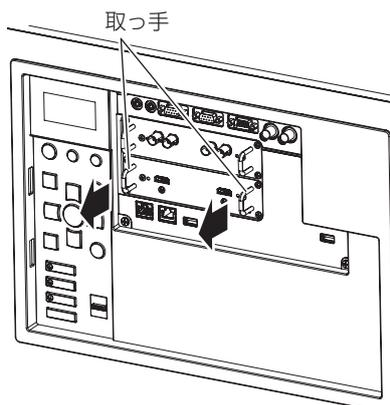

図1
1) スロットカバーを取り外す (図1)
1) インターフェイスボードを取り外す (図1)